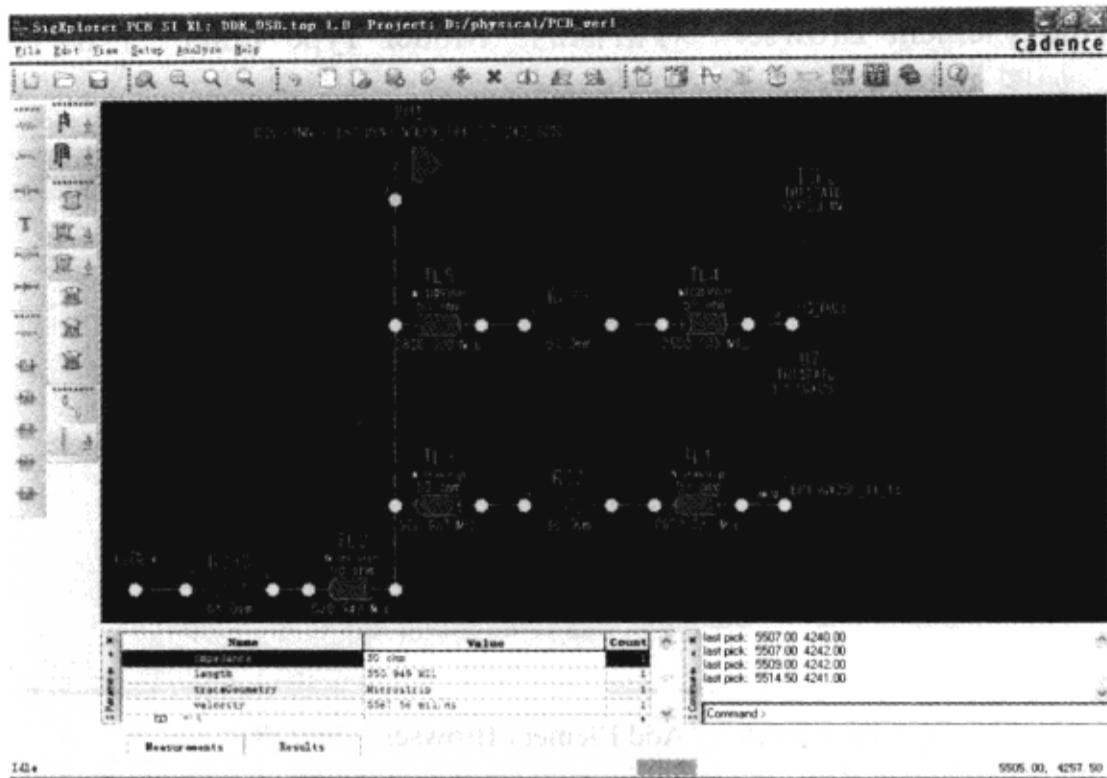

图 3-8-20 调整拓扑
(10) 在“Add Element Browser”对话框中单击“OK”按钮，关闭对话框。
(11) 移动并连接 SigXplorer 窗口中的模型，如图 3-8-20 所示。